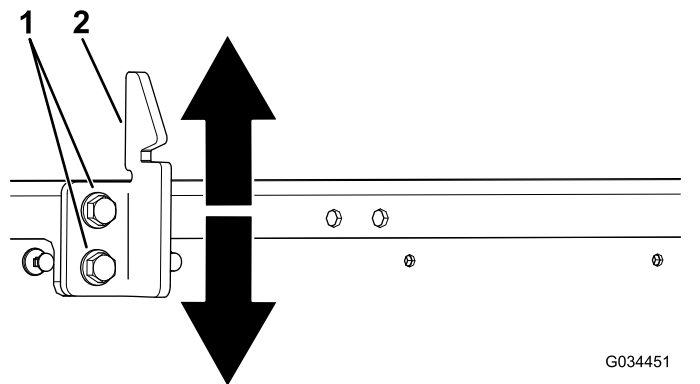

Figure 66
3. Desserrez les 2 boulons sur la gâche du loquet et montez ou descendez la gâche selon qu'elle est trop haute ou trop basse (Figure 66).
4. Serrez les 2 boulons de la gâche du loquet du plateau (Figure 66).